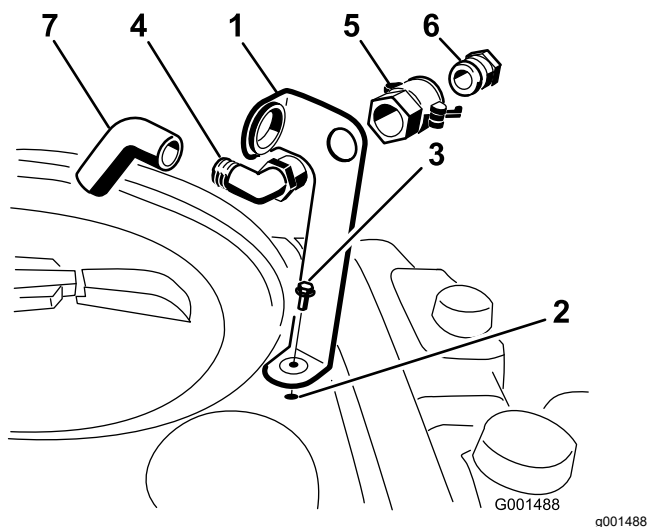

図 3
1. 図 3 のように、タンクに開けてあるねじ穴に合わせて補給口ブラケットをセットし、フランジヘッドボルト5/16 x ¾"で固定する。
2. 90度エルボのねじ切りしている側をブラケットに通し、クイックカップラでブラケットに固定する図 3。
3. クイックカップラにホースアダプタを取り付ける図 3。
4. カップラについているレバーをアダプタ側に倒してロックし、ヘアピンコッターで固定する図 3。
5. 逆流防止ホースを、ブラケットの大きな開口部に通してから、90度エルボに取り付ける図 3。